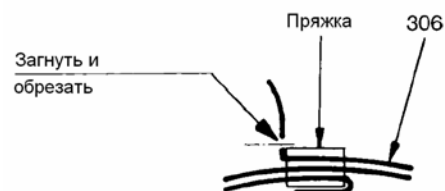

Рисунок 9: Загибание и обрезание зажимной ленты.
- Если используется зажимной инструмент PoK-It II, после фиксации загните зажимную ленту (306) на пряжку зажимной ленты, повернув зажимной инструмент таким образом, чтобы лента не могла выскользнуть через пряжку. После загиба на пряжку зажимной ленты следует отрезать зажимную ленту ножницами для листового металла и снять заусенцы с острых кромок (пожалуйста, обратитесь к рис. 9).
Убедитесь, что зажимная лента загнута таким образом, что она не может выскользнуть из пряжки зажимной ленты (пожалуйста, обратитесь к рис. 9). Если этого достичь не удастся, следует снять зажимную ленту и заменить ее новой.